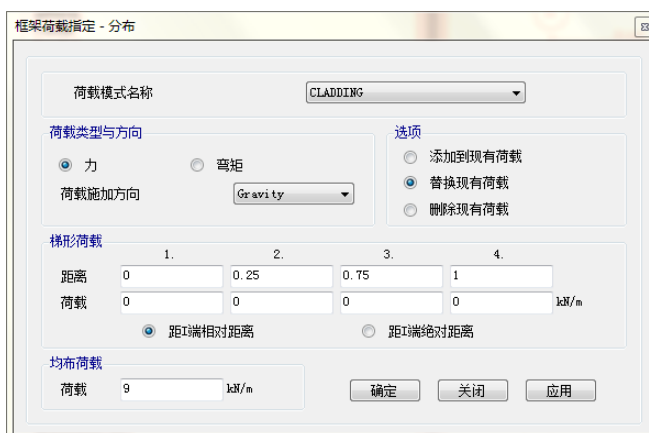

图 4-10 指定框架荷载-均布对话框
6. 点击菜单：**指定>框架荷载>分布** 命令，将弹出如图 4-10 所示的**指定框架荷载-分布**对话框。